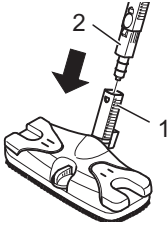

Abb. 4
4. Stecken Sie die Bodendüse mit dem Gelenkanschluss (Abb. 4/1) auf das untere Ende des Verlängerungsrohrs (Abb. 4/2).